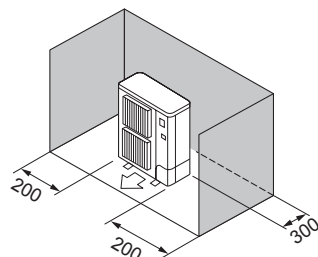

Fig. 2-5
- ③ Арт жақтағы және бүйір жақтағы кедергілер (Fig. 2-5)